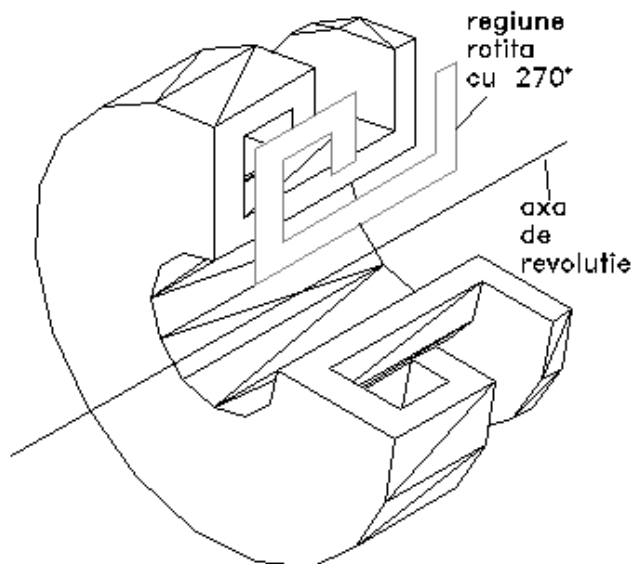

Fig. 2.19
3. **Solide generate prin revoluție** (fig. 2.19). Sunt generate astfel acele solide care prezintă simetrie cilindrică. Se pornește de la aceeași mulțime plană de puncte – regiunea- care se rotește cu unghiuri cuprinse între  $0 - 360^\circ$  în jurul unei axe de simetrie (linie sau polilinie). Comanda corespunzătoare este **REVOLVE**.